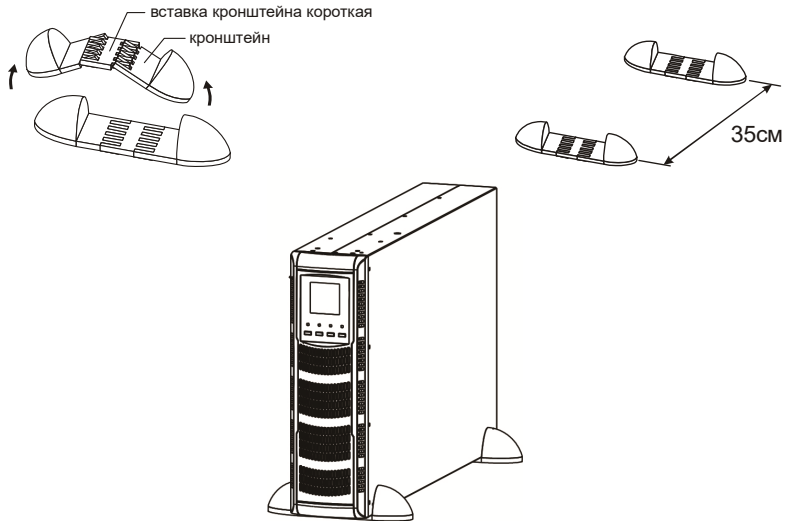

Рисунок 6 – Порядок установки ИБП в вертикальное напольное (настольное) положение
**7.1.4** Установку ИБП в вертикальное положение следует производить при помощи кронштейнов для вертикальной установки в следующей последовательности (рисунок 6):